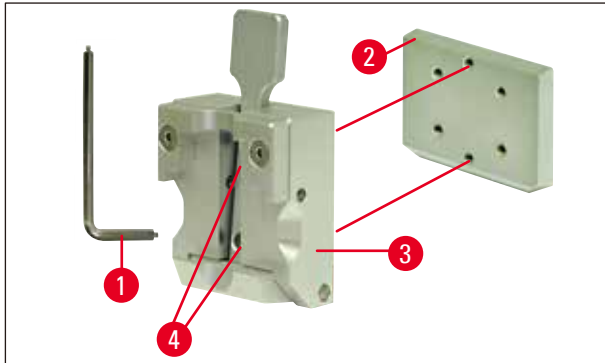

Fig. 10
3. Separar la guía de cola de milano (→ Fig. 10-2) de la pinza porta-muestras (→ Fig. 10-3) destornillando los dos tornillos (→ Fig. 10-4) de la guía de cola de milano (→ Fig. 10). Utilizar también la llave Hexagonal con mango no. 3.